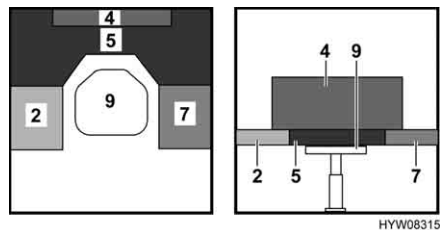

Fig. 63 Durante la trasformazione
- Trasformare il tavolo (Fig. 63, 9) in struttura di supporto letto (vedi paragrafo 6.9).